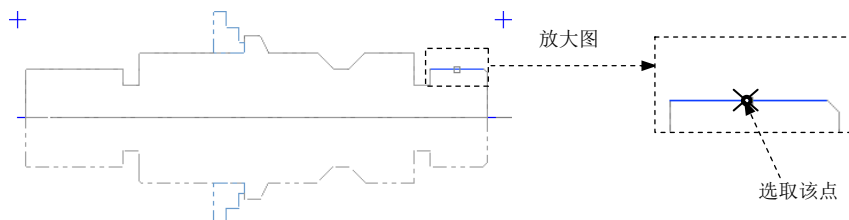

图 19.22 定义螺纹参数
(1) 在“车床-车螺纹 属性”对话框中单击 **螺纹型式的参数** 选项卡, 在 **导程** 文本框中输入值 3.0。
(2) 单击 **大径(螺纹外径)** 按钮, 然后在图形区中选取图 19.22 所示的边线的中点作为大的直径参考, 然后单击 **运用公式计算(F)** 按钮, 系统弹出“运用公式计算螺纹”对话框, 单击该对话框中的 **✓** 按钮。